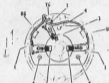

Abb. Nr. 9
- (20) Nierenrad überprüfen, welches zu ersensieren ist, bevor eine der Hauptbleichen bis auf die minimale Länge von 4,8 mm abgenutzt ist, oder der ange Teil der dritten Nieren (Dreizehntyp) bis auf die gesamte Breite der Nieren abgenutzt ist (siehe Abb. Nr. 9).
- (21) Prüfen, daß sich die Nieren in den Kästen frei bewegen können und den Nieren-
Federdruck mit einer Lehre vom Eindringtyp messen. Die Anzeile sollte zwischen 140 und 200 g liegen wenn das Unterteil der Nieren mit dem Schlitzende in Nierenkasten bündig abschließt (siehe Abb. Nr. 9). Nierenrad ersensieren sofern die Feder unzufriedenstellend sind.
- (24) Zerlegungsgänge (13) bis (19) in umgekehrter Reihenfolge vornehmen. Folgende Punkte beachten.
- (a) Sofern eine der Nierenräder oder Schalter ausgetauscht werden müssen, Motorleitungen an den Nierenkästen isolieren. Wird ein neuer Schalter zu einem Einstufen-Motor eingebaut, den dritten Draht, gelb und grün, an Schalterschluß lösen. Ein Mittelteil mit hohem Schmelzpunkt verwenden um beim Einbau neuer Einheiten die Leitungen an den Nierenkästen wieder in der in Abb. Nr. 9 gezeigten Reihenfolge anzuschließen. Gewährleisten, daß die Leitungen auf der Innenseite der Schalterschaltungslage liegen wenn sie in Getriebe eingebaut werden.